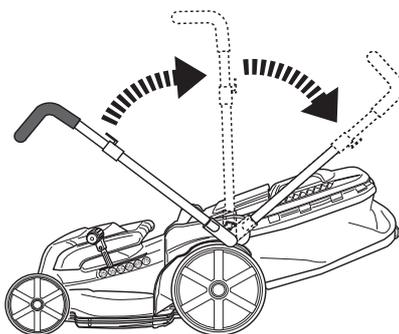

Fig.3
- > Faites pivoter le guidon [7] et déplacez-le en position de travail (Fig.3).